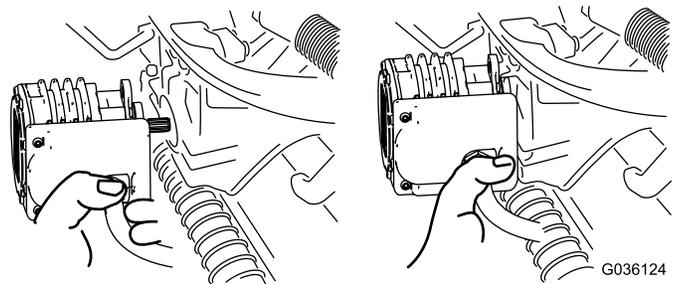

図 60
4. 外したモータは、サスペンションアームの前部にある一時保管位置にセットしておく(図 60)。